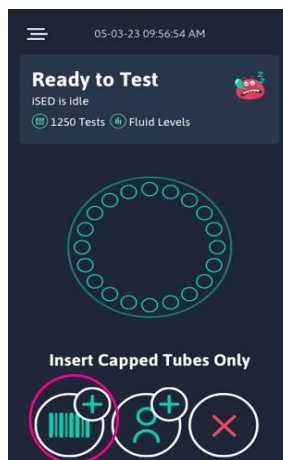

Figura 21
1. Selecione o ícone de código de barras com o sinal de mais (Figura 21).